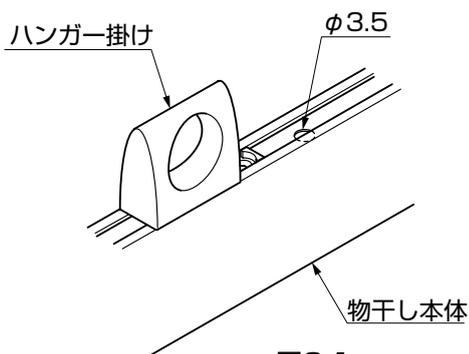

図3-1
- ① ハンガー掛けを固定するときは、物干し本体にφ3.5の孔をあけてください。(図3-1参照)